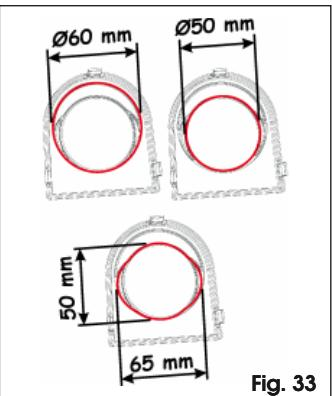

Fig. 33
- Aprire sul tappo anteriore il prefatturato corrispondente al tipo di asta montata, vedi Fig. 33 e fissarlo al carter di sblocco.